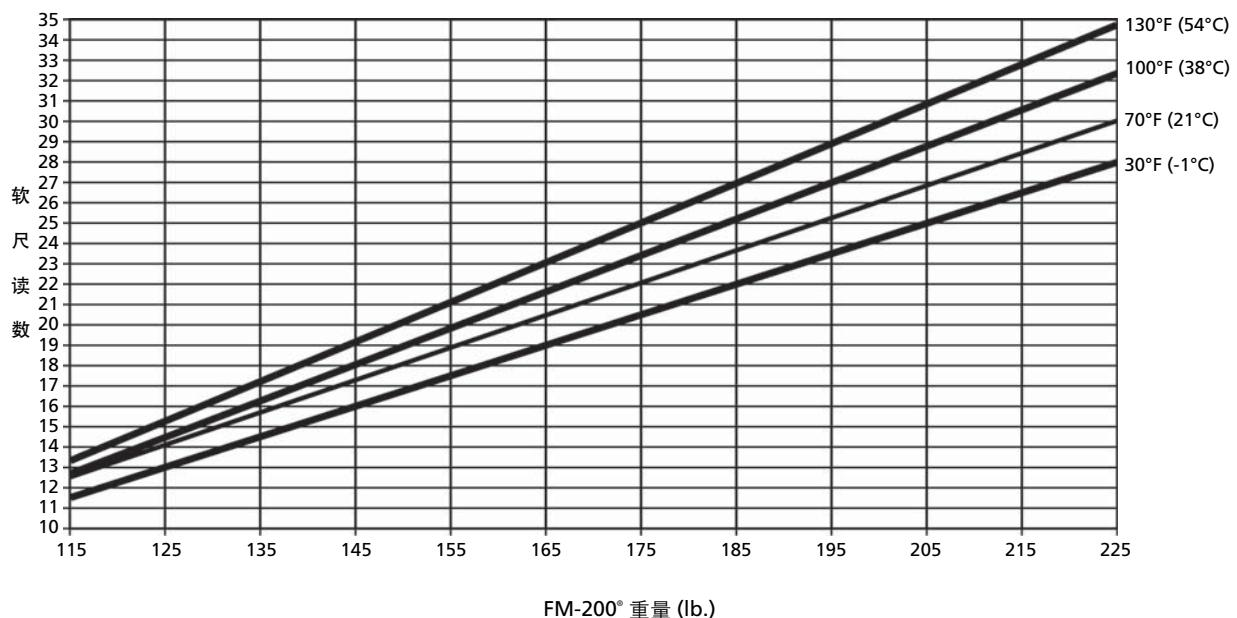

图 6-2 225 磅钢瓶标尺图
6. 参阅标尺图（图 6-2 到 6-5），并在从纵坐标上找到磁带读数点，再水平向右移，直到相应于正确的温度线，即可从横坐标上读出 FM-200® 重量。在记录牌上记录下重量和日期后，挂回原钢瓶